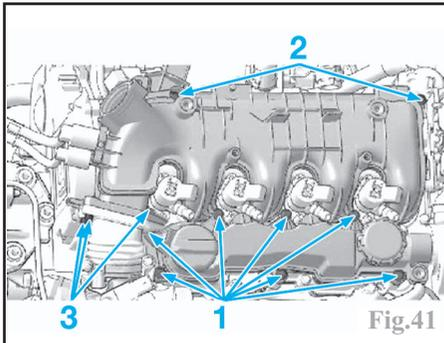

Fig.41
- les 7 vis (1) (Fig.41) du couvre culasse.
- les deux vis (2) du collecteur d'admission.
- les vis (3) du conduit d'air.